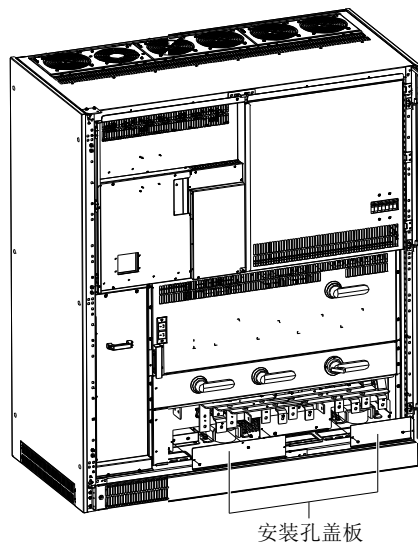

图11 拆除安装孔盖板
1. 打开主柜前门，拆下开关下档板，然后再拆下安装孔盖板。注意保留拆下的螺钉，如图 11 所示。